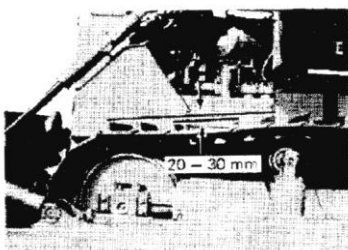

Рис. 4-40.
1) Проверка (Рис. 4-40).
Натяжение замеряется величиной зазора (см. рис. 4-40) и обычно в этой точке равно 20 ... 30 мм. Для каменистого грунта слегка подтяните гусеницы. Для глинистой или песчаной почвы слегка отпустите их. Подробнее о проверке и регулировке см. раздел «При необходимости».